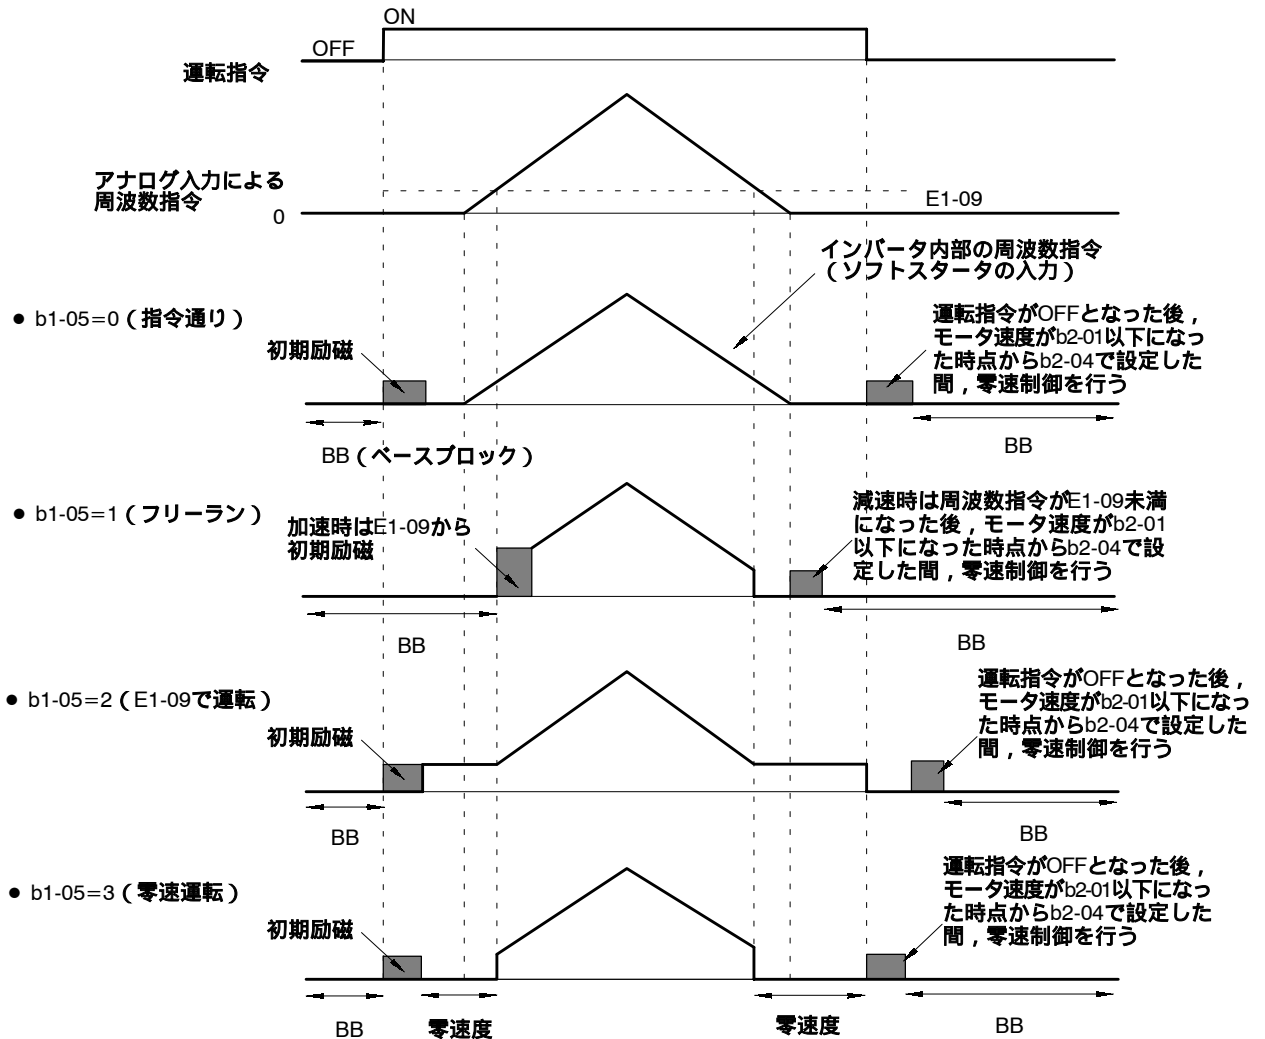

図6.13 初期励磁機能や零速制御機能の設定
- 初期励磁機能や零速制御機能は、b1-05 [ 最低出力周波数 (E1-09) 未満の動作選択 ] の設定によって、図6.13 のタイミングで動作します。